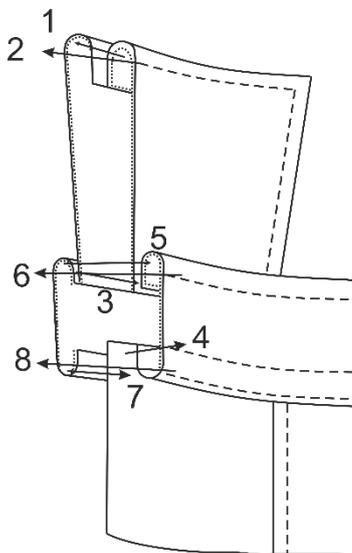

Рис. 2
6. Начертите линию обтачивания уступов стойки. Застрочите нижний срез верхней стойки с огибанием среза клеевого прокладочного материала. (Рис. 2 строчка 4)
7. Притачайте стойку к воротнику, обтачивая уступы стойки, подрежьте припуски швов обтачивания уступов, выверните стойку на лицевую сторону. (Рис. 2 строчка 5). Приутюжьте.
8. Настрочите отделочную строчку по шву соединения воротника со стойкой и краю уступов стойки. (Рис. 2 строчка 6)